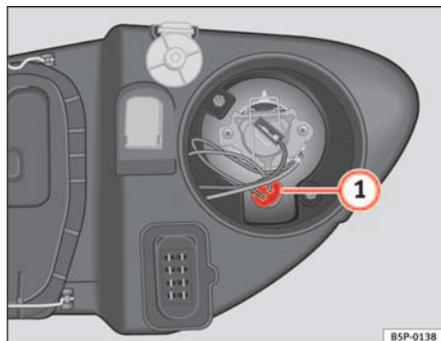

Fig. 186 Luz de población
- Extraiga el portalámparas ⇒ fig. 186 **1** hacia fuera.